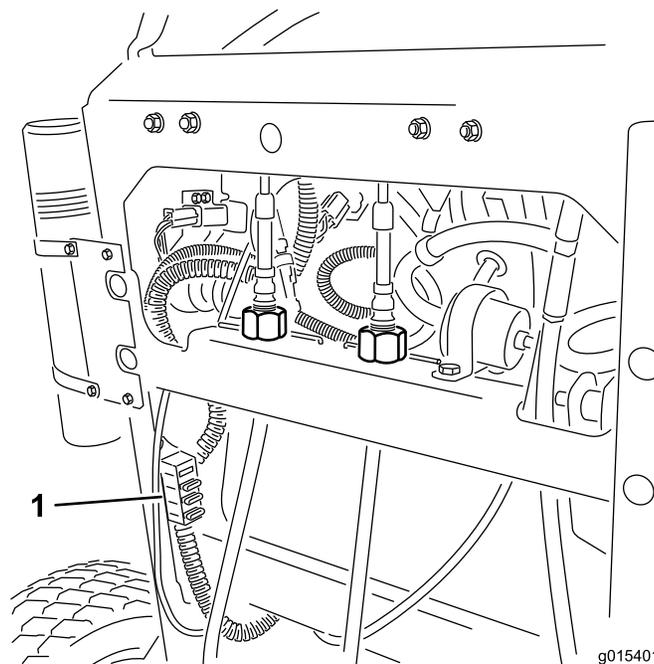

Figura 53
2. Puxe o fusível para fora para o retirar ou substituí-lo (Figura 53).
Nota: Certifique-se de que o fusível tem o tamanho correcto e está montado com a cor do cabo correcto como apresentado em Figura 53.